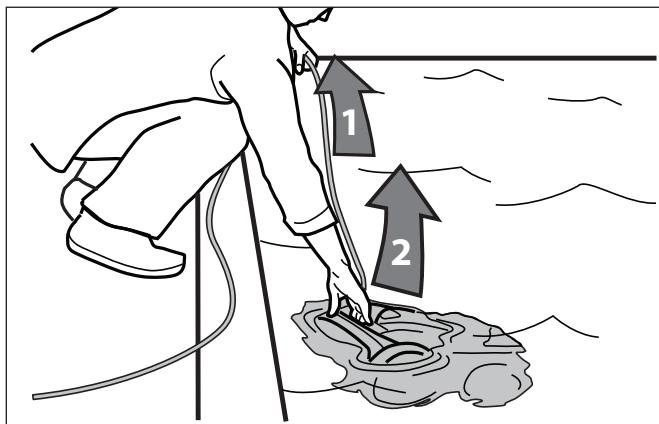

Figura 17. Saque el limpiafondos de la piscina por la manija
1. Retire el limpiafondos de la piscina utilizando el sistema de elevación. Cuando el limpiafondos esté al alcance de su mano, utilice la manija para sacarlo del agua (Figura 17). Nunca saque el limpiafondos de la piscina tirando del cable flotante o del eslabón giratorio.